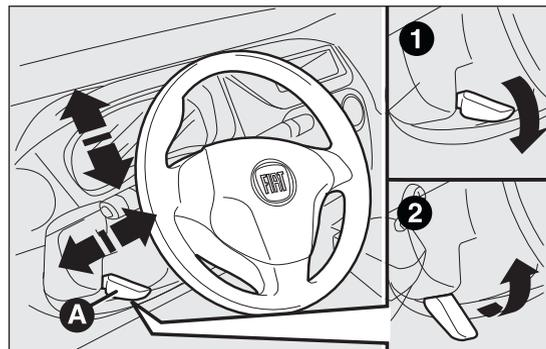

fig. 36
- sbloccare la leva A fig. 36 spingendola in avanti (posizione 1);